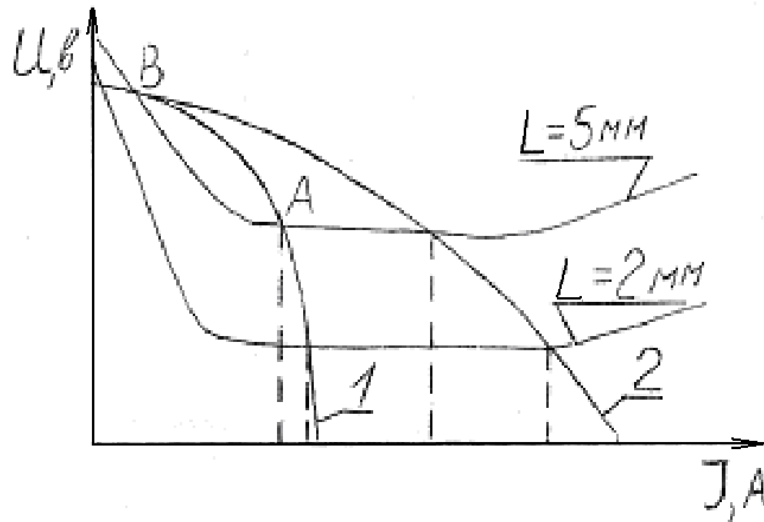

Рис. 1. Вольт-амперные характеристики дуг различной длины и внешние характеристики источников питания с крутопадающей (1) и пологопадающей (2) характеристиками.
Основной характеристикой сварочной дуги является зависимость напряжения на дуге (U_d) от силы тока (I_d) и от длины дуги (L). Эту зависимость $U_d=f(I_d, L)$ называют статической вольт амперной характеристикой дуги (рис. 1). Источники тока для конкретного способа сварки выбирают по их внешней характеристике, выражающей зависимость напряжения на клеммах источника от нагрузки (силы тока). Обычно источники питания могут иметь либо крутопадающую характеристику (см. рис. 1, кривая 1), либо пологопадающую (см. рис. 1, кривая 2). Точка А соответствует установившемуся режиму сварки (напряжение дуги равно напряжений источника тока). Точка В характеризует напряжение, необходимое для обеспечения ионизации промежутка между электродом и деталью.